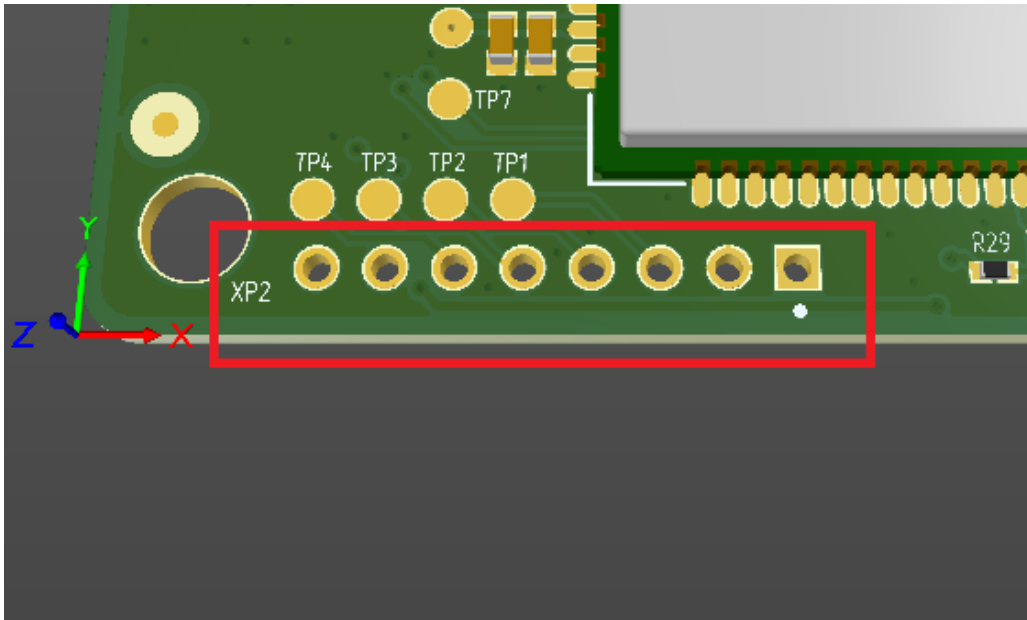
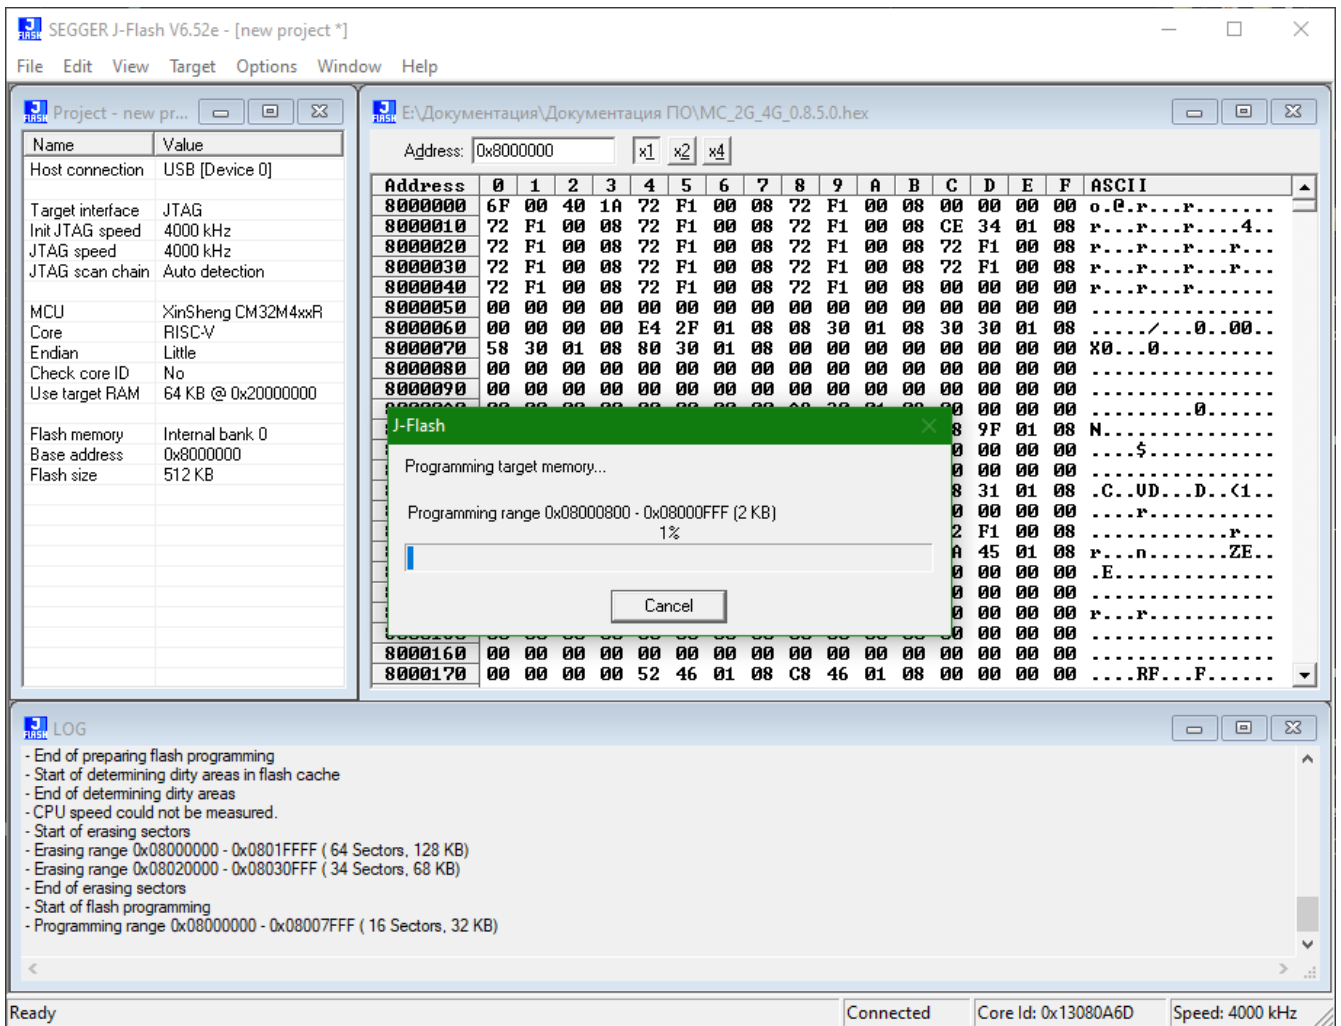

Рисунок 1 — Расположение JTAG-разъёма МСУ
Рисунок 10 — Иллюстрация процесса прошивки
2.2 На печатной плате МСУ найти не распаянный 8 контактный разъём (рисунок 1).
2.13 В процессе установки ПО на МСУ светодиод JTAG-разъёма (см. рисунок 1) должен активно мигать, и на экране ПК появится новое окно с прогрессом прошивки (рисунок 10).